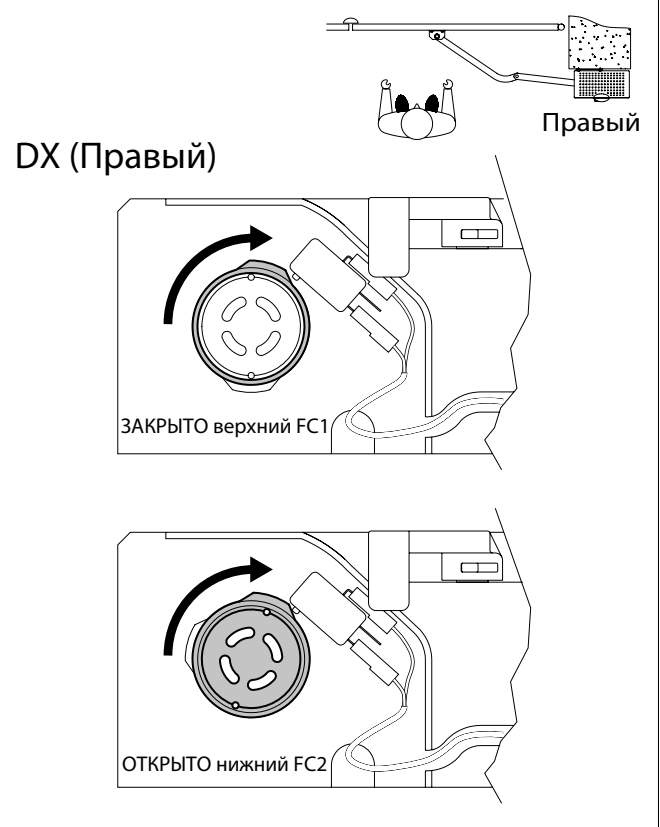

Рис. 15
10) АВАРИЙНАЯ РАБОТА (Рис. 15).